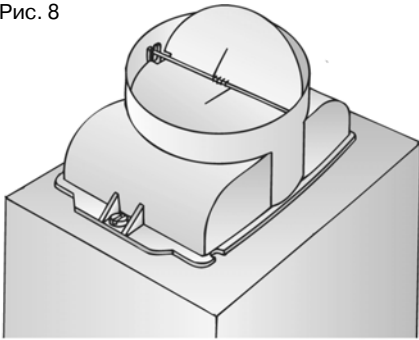

Рис. 9
- ❑ Вставьте переходник для сужения канала (входит в комплект поставки или приобретается в специализированном магазине) в выходное отверстие вытяжки – рис. 9 – и затем прикрепите вытяжную трубу к этому переходнику.